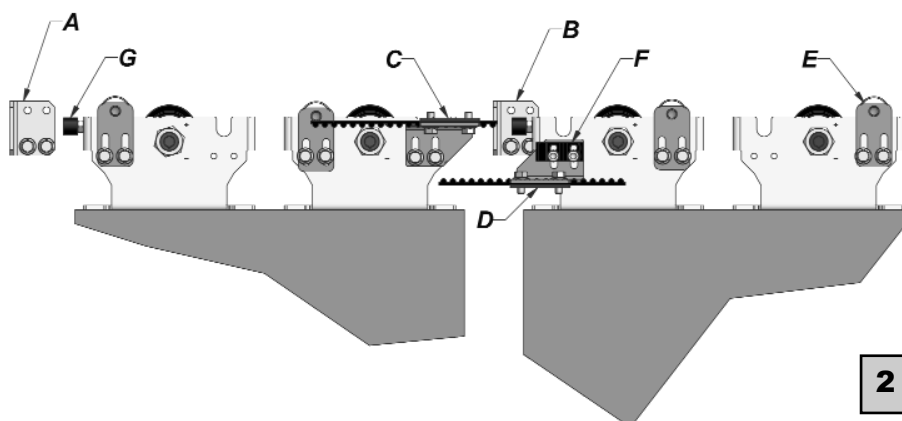

Fig. 22
Comprobar la correcta disposición de los dispositivos Antidescarilamiento en los carros con relación al tipo de automatismo consultando las **Fig. 22, 23, 24 part. E**.
- **Fig. 22 part.C, D** si el automatismo es de 2 hojas
Ajuste final de carrera hojas (Fig. 22, 23, 24 part. A, B)
Automatismo 2 hojas: los 2 topes de referencia están posicionados uno en el extremo izquierdo del travesaño (Fig. 22 part.A) y el otro cerca del centro en la hoja derecha (Fig. 22 part.B)
Para ajustar la carrera de la hoja/s aflojar los tornillos de fijación del tope de referencia (Fig. 22, 23, 24 part A, B) deslizar el tope de referencia hasta la posición deseada y después apretar los tornillos.
Para efectuar un ajuste fino del punto de parada de las hojas actuar sobre el final de carrera engomado del carro (Fig. 22, 23, 24 part. G) bloqueando la posición con el apriete de la contratuerca.
- Comprobar que el tope de referencia deslizante esté posicionado en el carro según la configuración del automatismo **Fig. 22, 23, 24 part. F**.